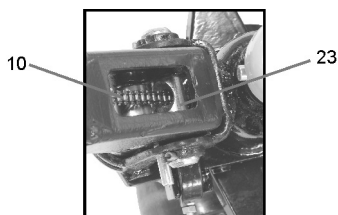

Fig. 4 – Corrente do cabo
ATENÇÃO! Durante a montagem do cabo, mantenha a corrente conforme indicado na fig. 4 para evitar danos a mesma e facilitar a montagem.
- b. Passe a corrente "10" do cabo pelo centro do eixo, ver fig. 4.